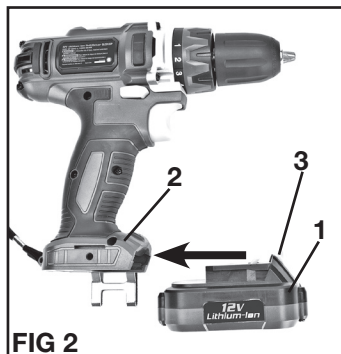

FIG 2
INSTALLATION OU RETRAIT DE LA BATTERIE (FIG 2)
- Pour installer la batterie, faites glisser la batterie (1) dans le fond du boîtier de l'outil (2) tout le chemin jusqu'à ce qu'il se bloque en place avec un clic, comme le montre la figure 2. Tirer légèrement sur la batterie afin de s'assurer qu'il est bien en place et ne sera pas de tomber accidentellement de l'exercice, entraînant une blessure.
- Pour retirer la batterie, retirer la batterie à l'écart de l'outil tout en appuyant sur la languette de verrouillage (3).